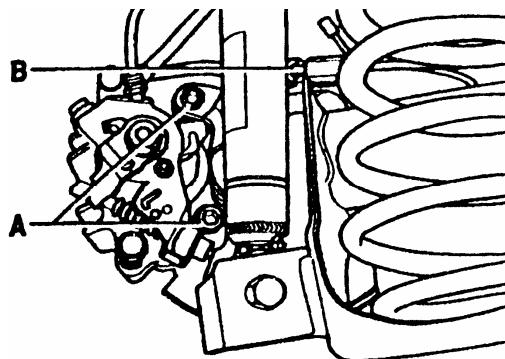

图 13-33 拆卸制动钳螺栓
(1) 后轮转速传感器转子的拆卸。松开车轮螺栓，举升起汽车。拆下车轮。松开螺栓 A，用金属线将制动钳壳体捆到车身上 (图 13-33)。拆下转速传感器卡夹，用 80-200 从车轮轴承总成上撬下转速传感器。